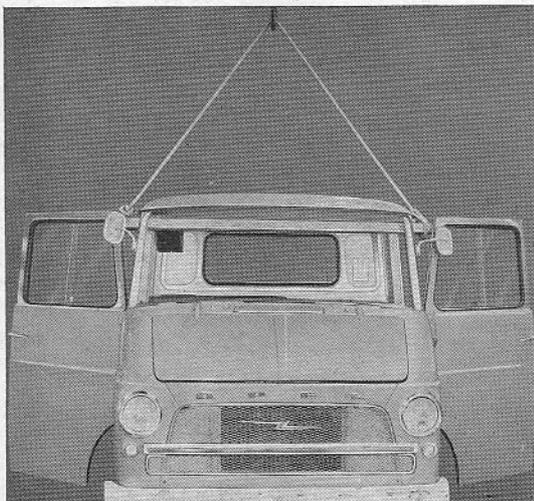
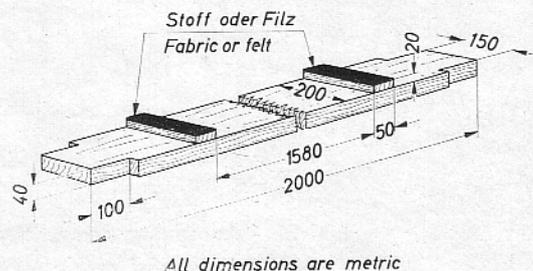

Bild 32 – Fahrerhaus mit Kran abheben
Bild 34 – Abhebevorrichtung – z. B. Bohle – zum Abheben des Fahrerhauses vom Rahmen
15. Fahrerhaus mit Kran und unter Verwendung einer Abhebevorrichtung z. B. Bohle (Bild 34) vorsichtig vom Rahmen abheben (Bild 32).